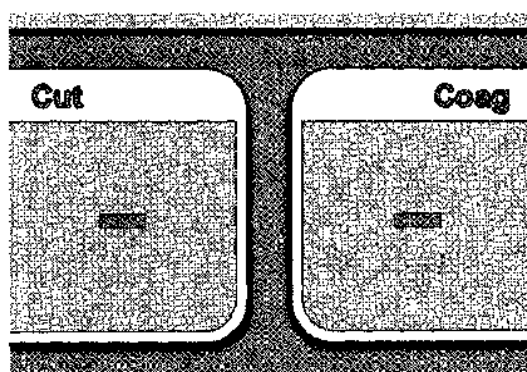

Figura 6. Painel dianteiro que mostra o ecrã operacional sem quaisquer dispositivos ligados
- Se o gerador for ligado *sem quaisquer dispositivos ligados* ou apenas com o eléctrodo de retorno do doente ligado, o gerador apresenta o ecrã operacional com pequenos travessões nas posições das definições e sem qualquer modo especificado. O painel dianteiro que mostra o ecrã operacional sem quaisquer dispositivos ligados é mostrado na Figura 6.